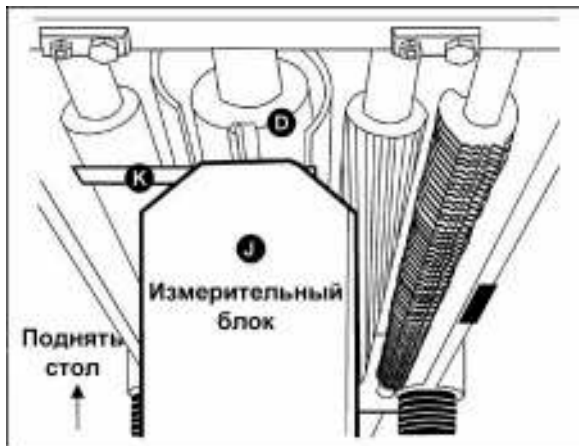

Рис.32
3. Поместите измерительный блок (J, Рис. 32) на стол прямо под строгальный вал (D, Рис. 32).
4. Используя щуп толщиной 0.02" (0.5 мм) (K, Рис.32), расположенный в верхней части измерительного блока, поднимайте рабочий стол, пока нож не коснется щупа, когда нож находится в самом нижнем положении. Не изменяйте положение рабочего стола, пока не отрегулируете вал разгрузки.